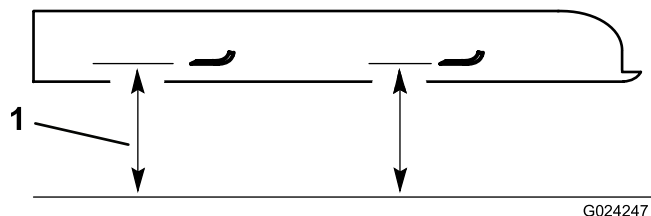

Figura 56
4. Mida desde una superficie nivelada hasta el filo de corte, posición A, de las cuchillas (Figura 56).